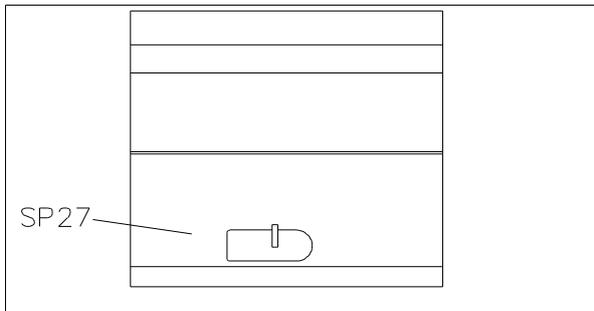

fig. 2
2. PROTEZIONI ADOTTATE AI FINI DELLA SICUREZZA fig. 2